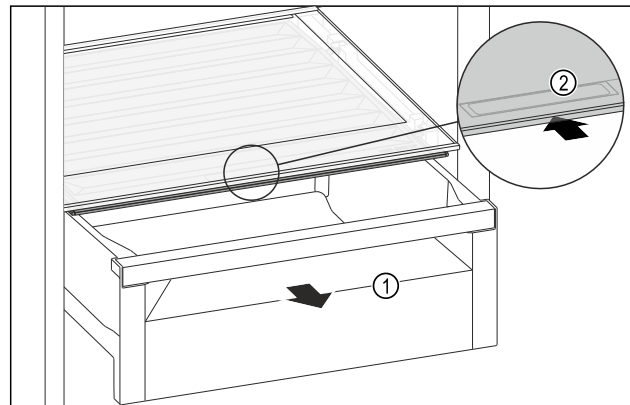

Fig. 107
- Estrarre il cassetto Fig. 107 (1).
- Afferrare la maniglia incassata Fig. 107 (2) sul coperchio dello scomparto e spingere allo stesso tempo all'indietro il coperchio dello scomparto.